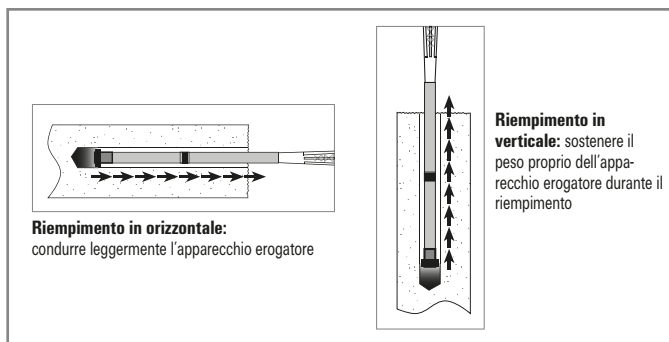

Fig. 8: Erogazione uniforme dell'ancorante senza formazione di bolle.
- Durante il riempimento condurre la pistola seguendo la spinta della bocchetta di iniezione (fig. 8).